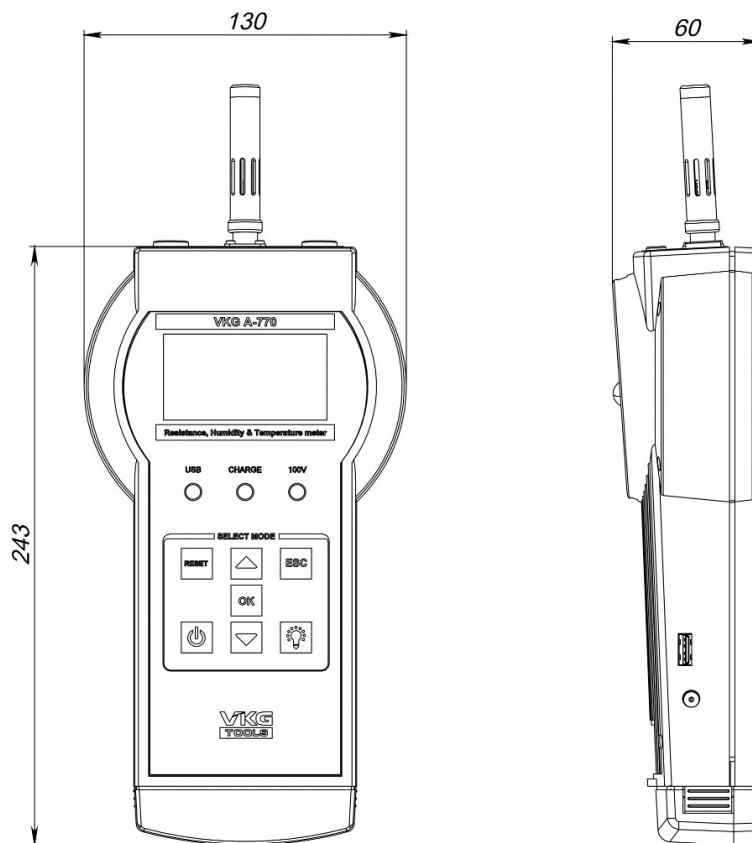

Рисунок 1 – Габаритные размеры VKG A-770
1.4.1.1 Внешний вид VKG A-770 и его габаритные размеры приведены на рисунке Рисунок 1. Основные элементы управления и индикации прибора обозначены на рисунке Рисунок 2.